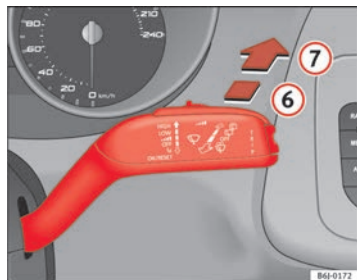

Fig. 63 Palanca del limpiacristales: limpiacristales
- Presione la palanca hacia delante hasta el encastre **6** ⇒ fig. 63. El limpiacristales debe accionarse en intervalos de 6 segundos.
- Presione la palanca completamente hacia delante hasta la posición **7** ⇒ fig. 63. El limpiacristales y el lavaluneta funcionan simultáneamente. El lavaluneta seguirá funcionando mientras mantenga la palanca en esta posición.